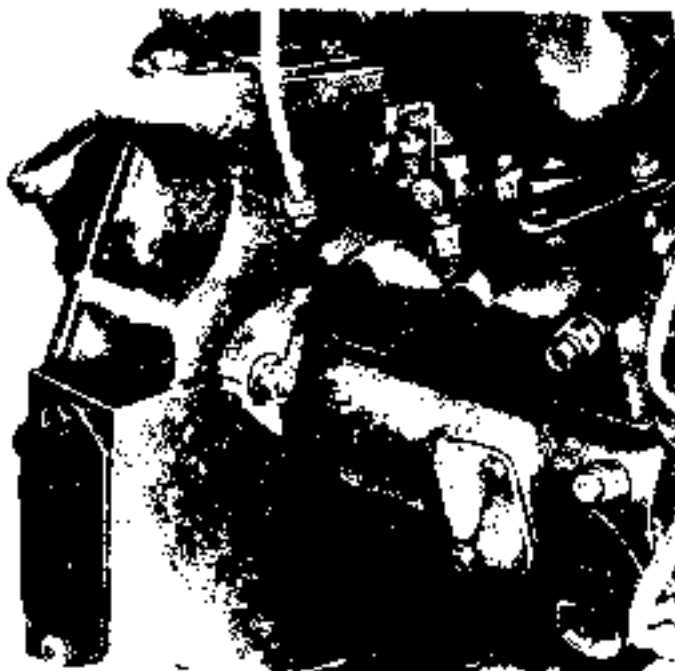

Рис. 24 Правильно установленный топливный насос высокого давления
1. Установить топливный насос высокого давления так, чтоб отметка на фланце совпала с отметкой на картере распределительной передачи (рис. 24).